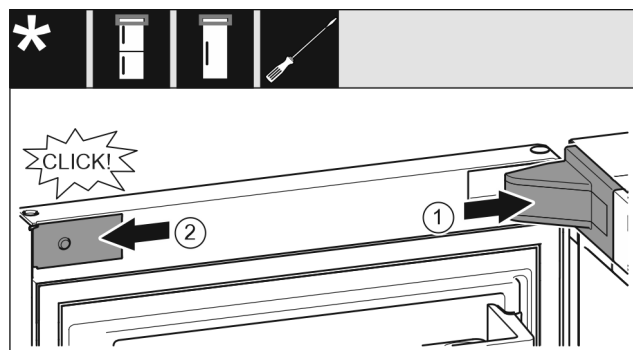

Fig. 21
- Nasadte a zaklapněte kryt stojanu ložiska Fig. 21 (1), příp. opatrně přitlačte od sebe.
- Z boku nasadte zásepku Fig. 21 (2) a zaklapněte.